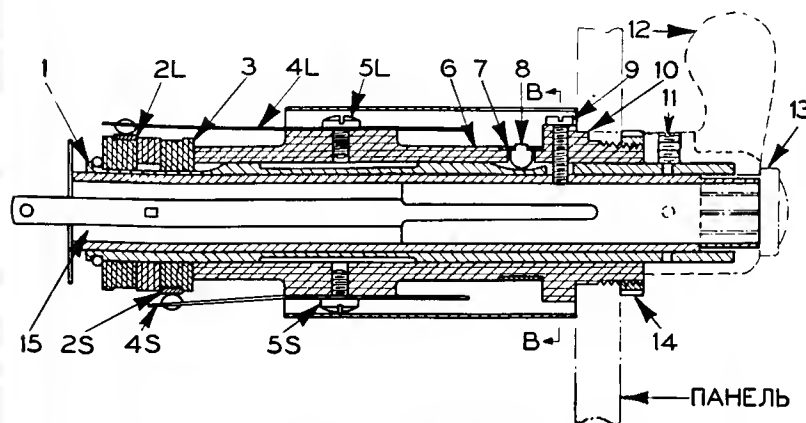
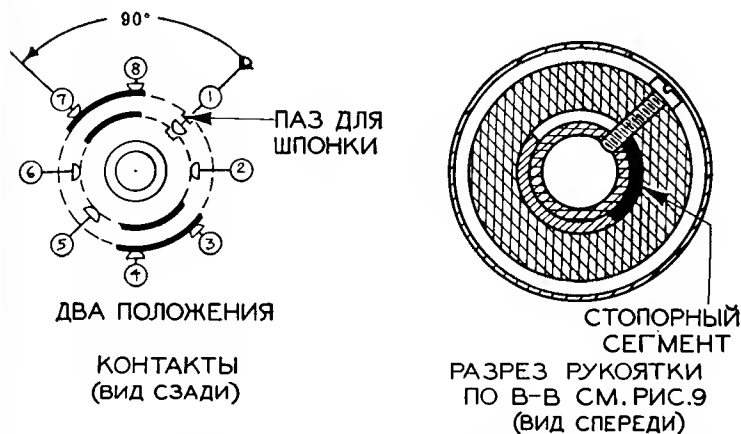
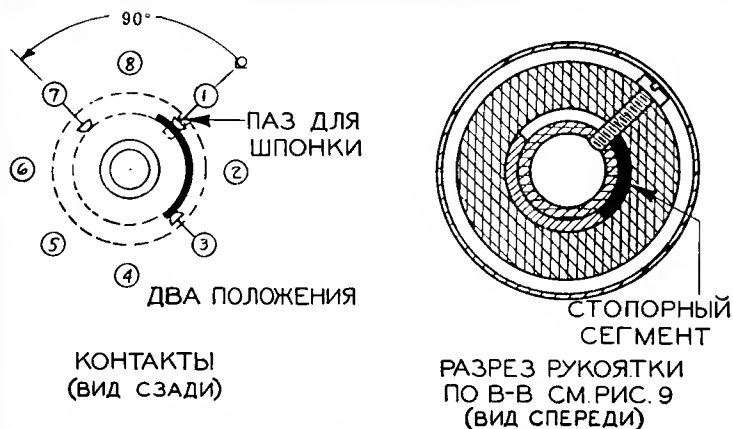
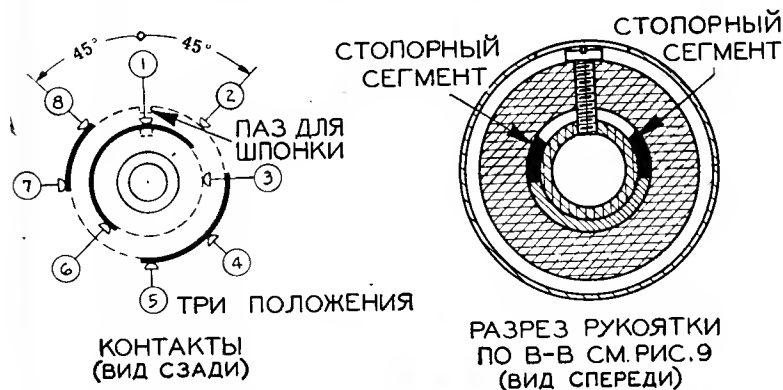

Рис. 9. Вид рукоятки в продольном разрезе.
Рис. 10. Расположение контактов и стопорного сегмента для стрелочной рукоятки настольного аппарата, два положения, ход 90°.
Рис. 11. Расположение контактов и стопорного сегмента для рукоятки направления движения настольного аппарата.
Рис. 12. Расположение контактов и стопорного сегмента для сигнальной рукоятки настольного аппарата.
## 4. Рукоятки (рис. 9)
Длинные контактные пружины 4L (рис. 9) и короткие пружины 4S прикрепляются к корпусу из пластмассы 6 при помощи одного винта 5L или 5S. Их легко можно вынуть и заменить или переставить. Давление на контакты, измеряемое у конца контакта, должно быть 60 до 65 грам.
Контактные сегменты 2L и 2S (рис. 9) имеются различной градусности: 45° (рис. 10), 90° (рис. 11), 135° (на рисунке не показан, так как он не употребляется в данной схеме), и 180° (показан на внутренней периферии корпуса рукоятки — рис. 12).
- 1) снимите колпачек 13 (рис. 9);
- 2) выньте стопорные сегменты и переместите их в необходимые положения, см. рис. 10 по 15;
ние коротких контактов, как например, 4S, рис. 9; на внешнем
например, 4L, рис. 9.